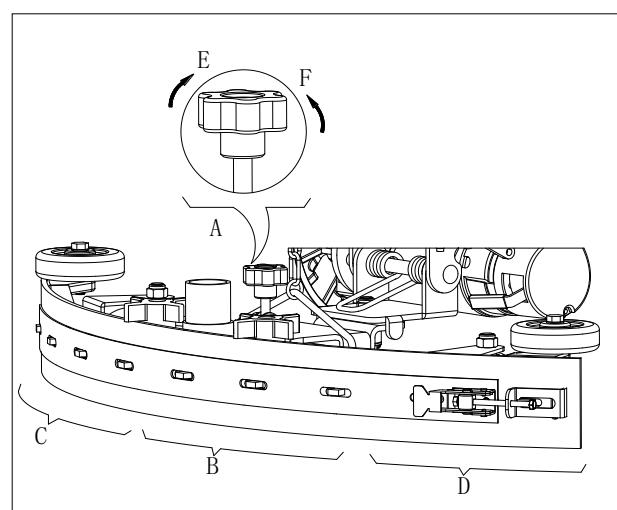

Figura 7
1. Instale la escobilla (13) y sujetela la palomilla de la escobilla (20), luego conecte la manguera aspiradora (19) a la escobilla.
2. Ajuste la posición de la escobilla de goma mediante la palanca de ajuste de la escobilla de goma (A, Figura 7).
- a) Si queda un espacio entre el suelo y sección media del labio posterior de la boquilla (B), ajuste la palomilla (A) en dirección anti horaria (F) hasta que la entera sección del labio posterior de la boquilla entre en buen contacto con el suelo, el labio delantero tocando el suelo ligeramente.
- b) Si hay espacio entre el suelo y los dos extremos de la lámina posterior (C y D), ajuste la perilla (A) en dirección horaria (E) hasta que la entera sección de la lámina posterior entre en buen contacto con el suelo, la lámina delantera tocando el suelo ligeramente.